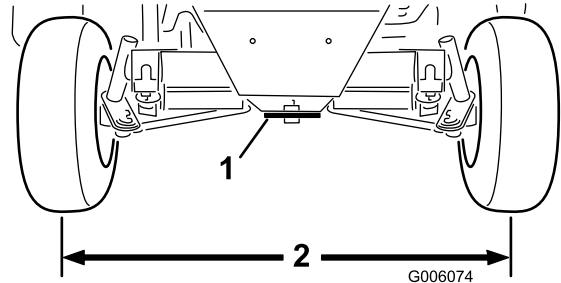

Bild 64
2. Stellen Sie die beiden Spurstangen so ein, dass der Abstand von Mitte zu Mitte an der Vorder- und der Rückseite der Hinterräder gleich ist (Bild 64).